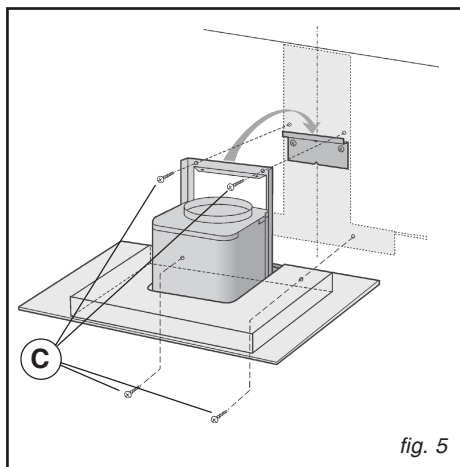

fig. 5
- Puis accrochez la hotte sur le support (Fig. 5). Régler la position horizontale en déplaçant la hotte à droite ou à gauche selon les exigences de l'alignement avec les meubles suspendus.
- Après le réglage, sans enlever la hotte, tracez sur le mur les autres 4 trous à percer (C); décrochez la hotte et percez les trous tracés (diamètre 8mm); ensuite utilisez les 4 chevilles et les 4 vis fournies pour la fixation définitive.